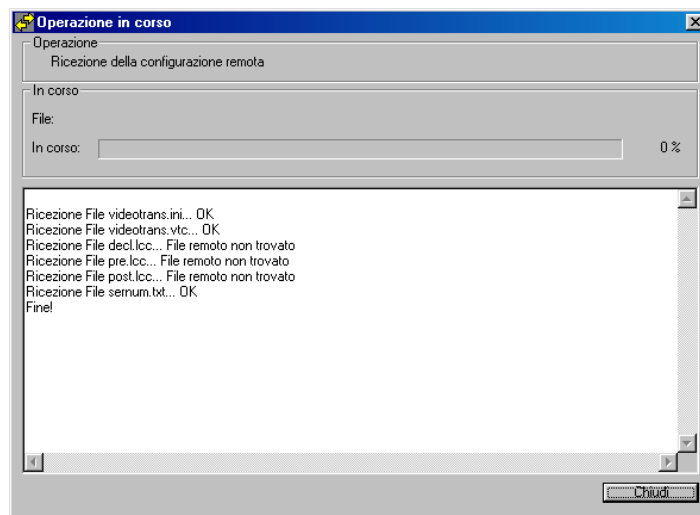

Fig. 70 – Evoluzione dell'invio di file
- ➔ Verrà visualizzato un quadro di dialogo informando dell'evoluzione di tale operazione Fig. 70.
- ➔ Verrà visualizzata una finestra di dialogo che informa sull'evoluzione di tale operazione (Fig. 70).